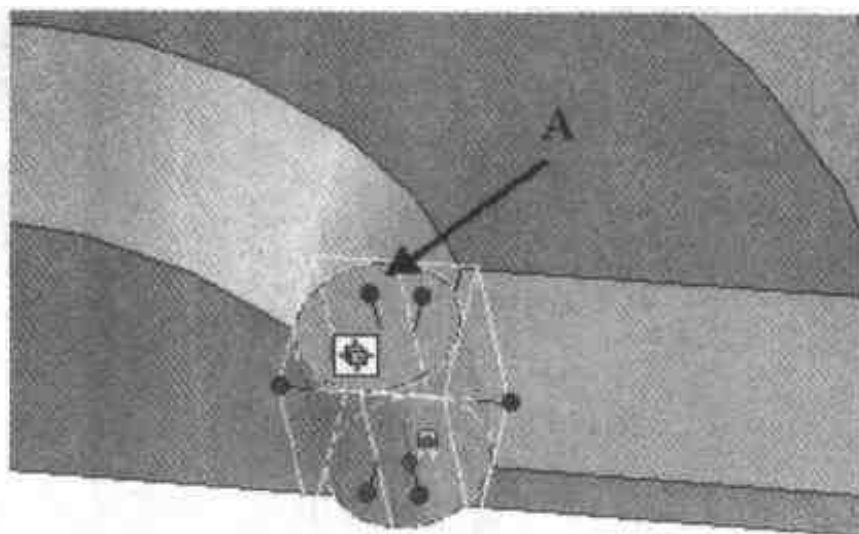

图 2.14 调整包围盒
- (5) 右击如图 2.14 所示的手柄 A，将高度改为 45，长度改为 50，单击【确定】按钮；打开【三维球】后沿长方体宽度方向向内移动 32.5，结果如图 2.14 所示。